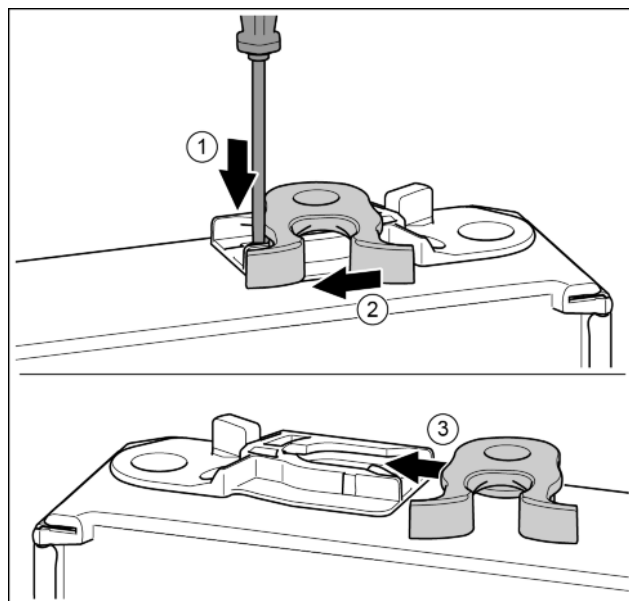

Fig. 15
- Onderkant van de deur wijst naar boven: Deur draaien. Fig. 15 (1)
- Lip met sleufschroevendraaier naar onder drukken. Fig. 15 (2)
- Sluithaak uit de geleiding trekken. Fig. 15 (3)
- Sluithaak aan de andere kant van de geleiding schuiven. Fig. 15 (4)